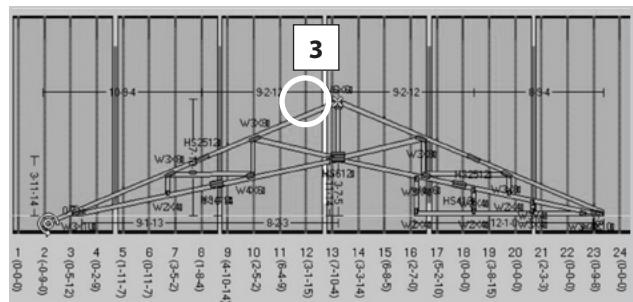

Figure 36
3. Cliquer pour choisir le point de référence (faire une rotation depuis) (Figure 36)